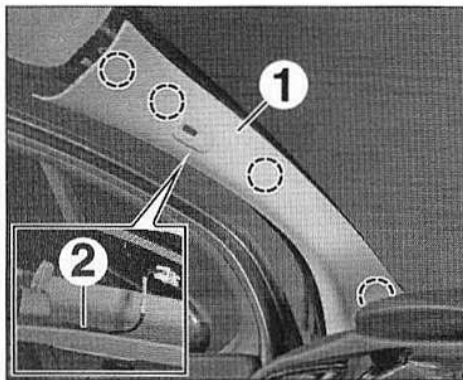

FIG.36
- Dégrafer et déposer la garniture de montant de pare-brise (1) (Fig.36).